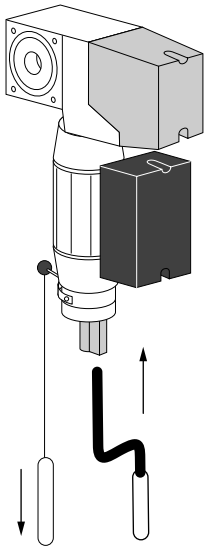

figure 2.3.1
- 2 Placez la manivelle dans le moteur (figure2.3.1), déverrouillez le frein moteur et déroulez le tablier manuellement